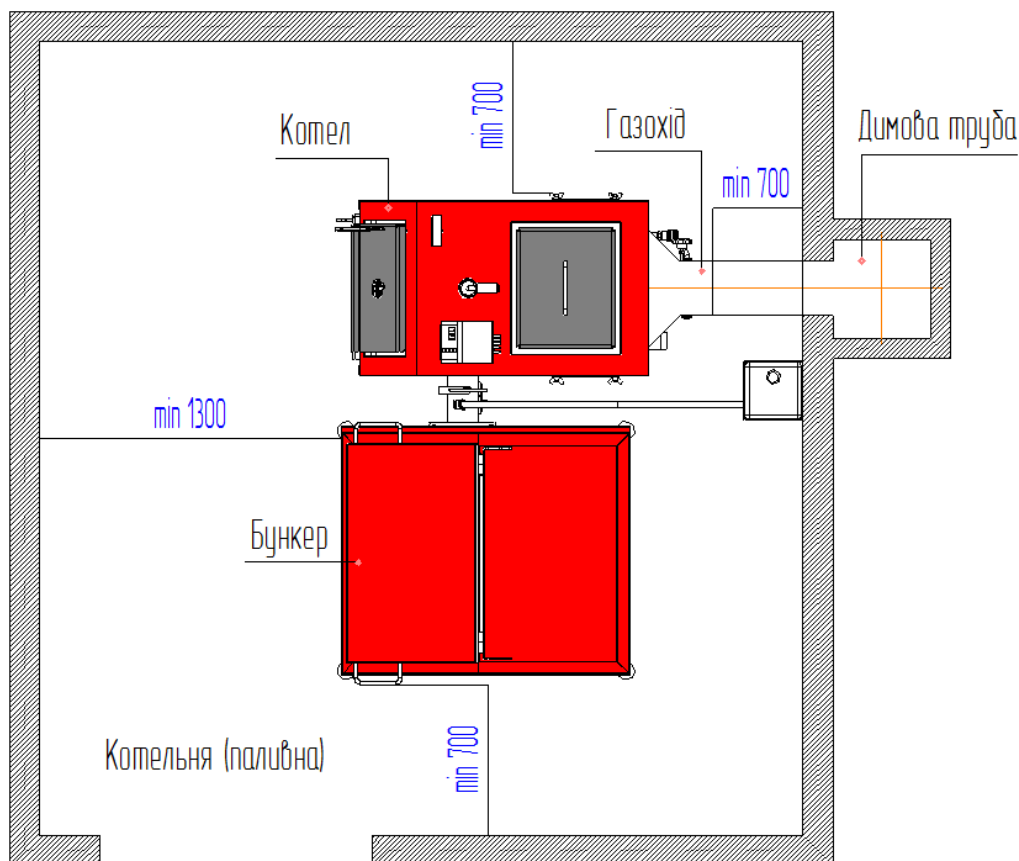

Рис.5 Схема встановлення котла в котельній (паливній)
7.3.2. Котел постачається в зібраному вигляді і не потребує спеціального фундаменту, однак необхідно встановити його на рівну горизонтальну поверхню з негорючих матеріалів. Під час встановлення котла необхідно забезпечити доступ до нього таким чином, щоб стіни котельної (паливної) не заважали завантаженню палива, чистці топки котла, а також доступу до вентилятора та бункера подачі палива (див Рис.5).